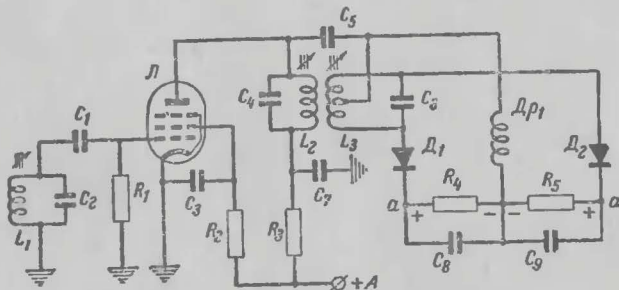

Рис. 22. Схема дискриминатора.
**Частотный детектор.** При использовании в качестве частотного детектора дискриминатора (рис. 22) к сопротивлению  $R_4$  или  $R_5$  подключают вольтметр постоянного тока, затем настраивают контур  $L_2C_4$  по максимуму показаний вольтметра. Напряжение промежуточной частоты, которое подается от сигнал-генератора на сетку последней лампы УПЧ, устанавливают не более 1—2 в.